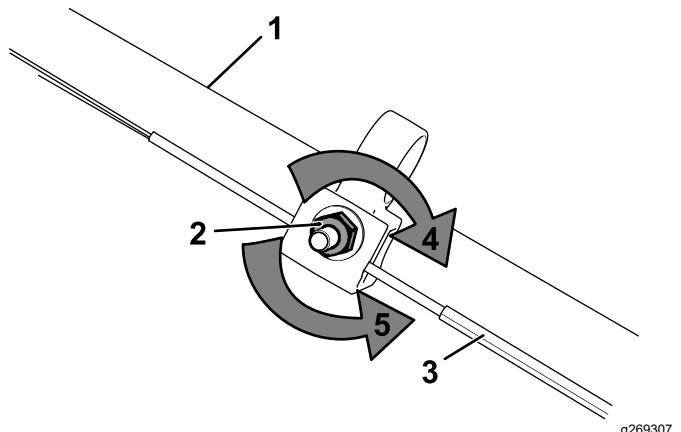

Bild 27
2. Stellen Sie die Spannung des Seils (Bild 27) ein, indem Sie ihn zurückziehen oder nach vorne drücken und dann in dieser Stellung arretieren.
1. Drehen Sie die Einstellmutter nach links, um die Seileinstellung zu lösen (Bild 27).